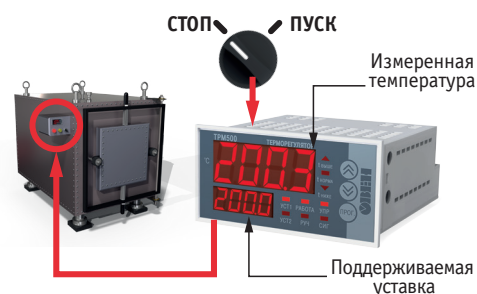

Рис. 1. Дискретный вход для пуска/остановки автоматического управления температурой
- » ПУСК/СТОП (например, в режиме загрузки/выгрузки печи, рис. 1);